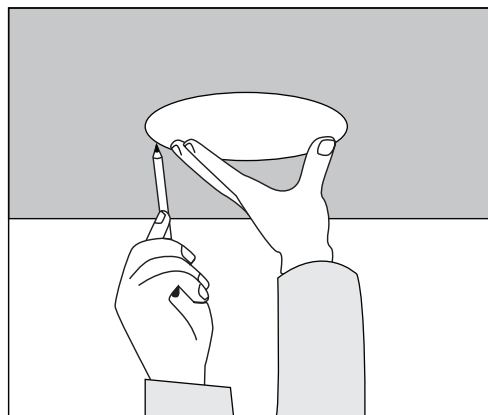

Figure 1
3. Placer le gabarit de montage fourni sur le mur ou le plafond à l'emplacement souhaité. Tracer le contour du gabarit au crayon (Figure 1).